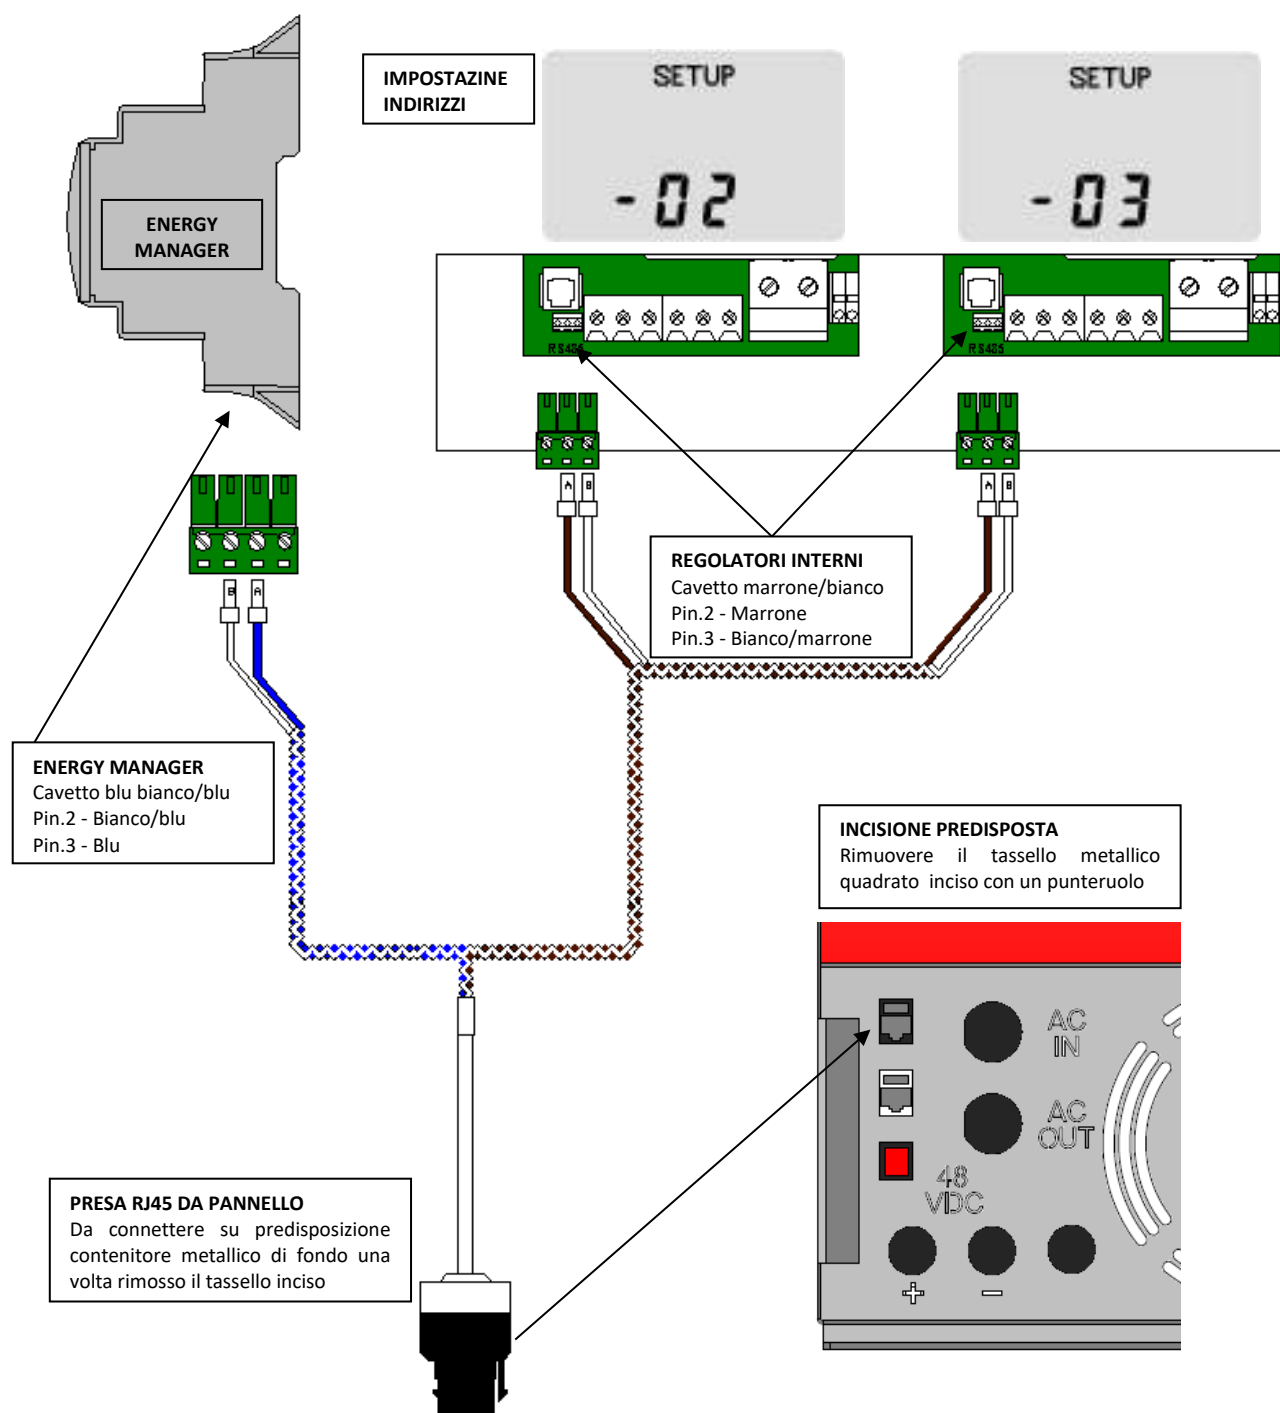

Fig.15 Schema cavo aggiornamento Inverter
2. Il secondo passo consiste nel collegare il cavo di aggiornamento (Fig. 15).